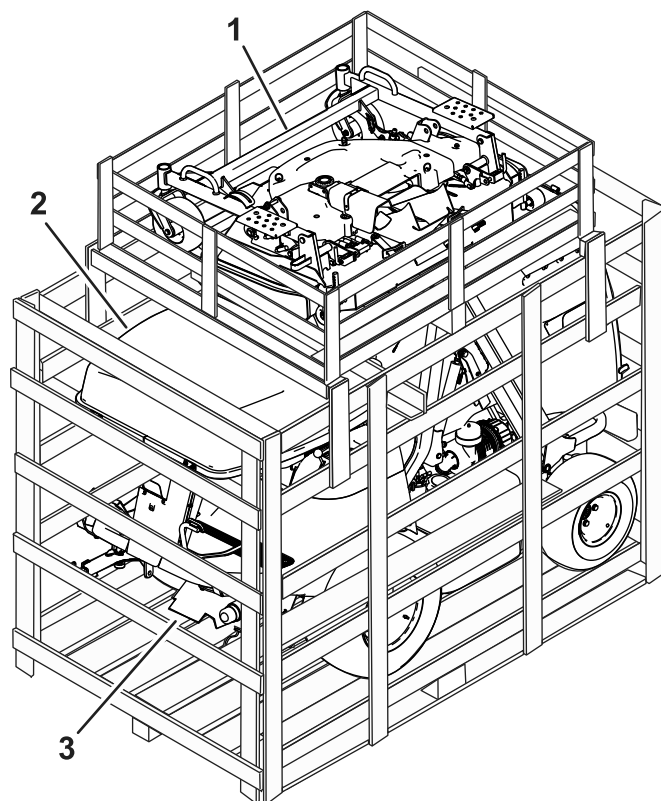

図 1
2. 刈り込みデッキのクレーンを取り出す 図 1。
3. クレーンからホッパーのドアを外す 図 1。
10. クレーンから機体を下ろす 図 1。